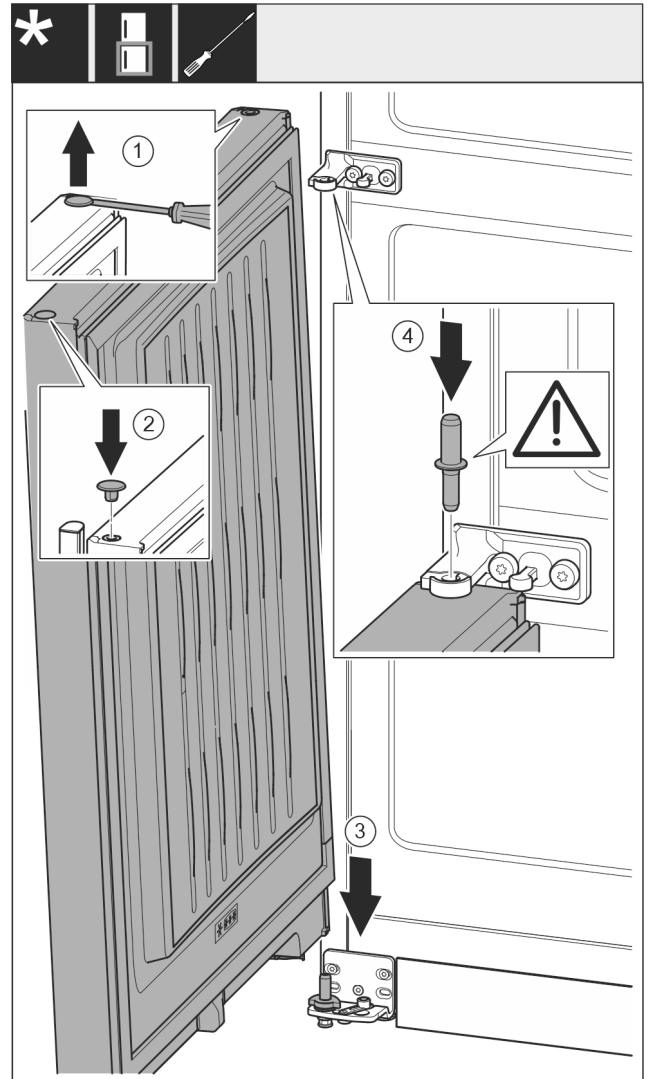

Fig. 19
- ▶ S ploščatim izvijačem previdno dvignite čep in ga izvlecite. Fig. 19 (1)
- ▶ Čep ponovno vstavite na drugi strani vrat. Fig. 19 (2)
- ▶ Vrata od zgoraj nasadite na spodnji ležajni sornik. Fig. 19 (3)
- ▶ Ležajni sornik na sredini vstavite skozi ležajni podstavek na sredini v vodilo spodnjih vrat. Pri tem pazite na to, da je zaskočni zapah obrnjen nazaj. Fig. 19 (4)